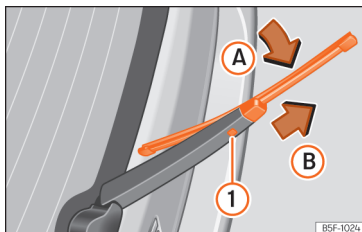

Fig. 42 Substituição da escova do vidro traseiro.
- Rode ligeiramente a escova » **Fig. 42** (seta **A**).
- Mantenha pressionado o botão de desbloqueio ❶ puxando pela escova no sentido da seta **B**.
- Introduza uma escova nova no braço limpa para-brisas **com o mesmo comprimento e características**, no sentido contrário à seta **B** até que encaixe o botão ❶.